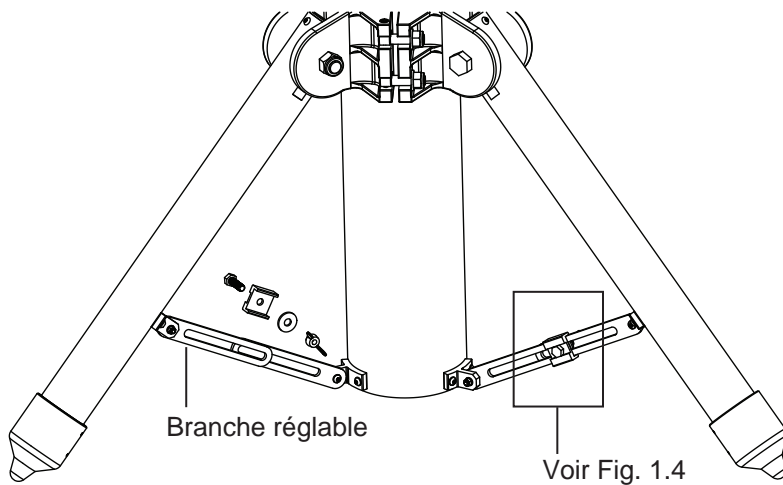
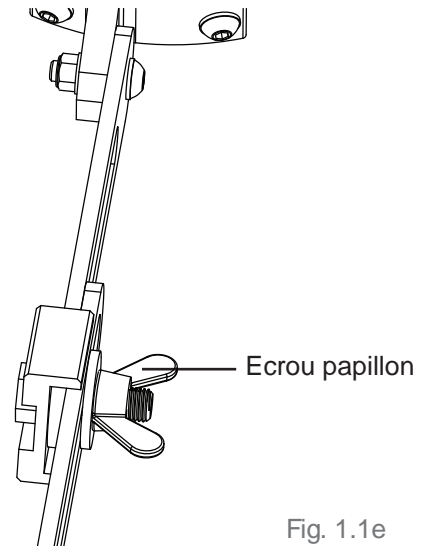

Fig. 1.1d
Fig. 1.1e
6. Assemblez les 3 branches réglables comme indiqué sur les Fig. 1.1d et Fig. 1.1e. Ne serrez pas les écrous papillon pour le moment.